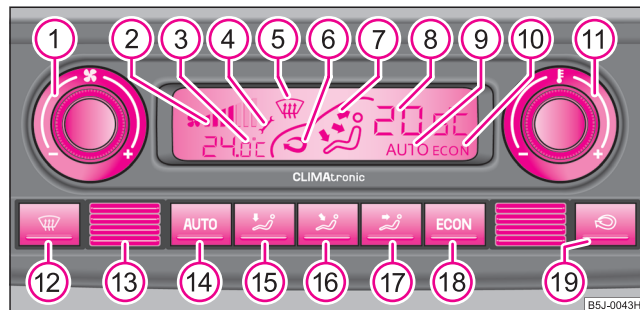

Fig. 97 Climatronic: Éléments de commande
- Appuyez sur la touche **(AUTO)** ⇒ page 88, fig. 97.
Appuyez sur les touches **(ECON)** et **(AUTO)** ⇒ page 88, fig. 97 et maintenez-les. L'écran affiche les chiffres conformément à l'unité de mesure de température désirée.
- Appuyez sur la touche  ⇒ page 88, fig. 97.
- Faites tourner le régulateur ❶ ⇒ page 88, fig. 97 à gauche (diminution de la vitesse du ventilateur) ou à droite (augmentation de la vitesse du ventilateur).